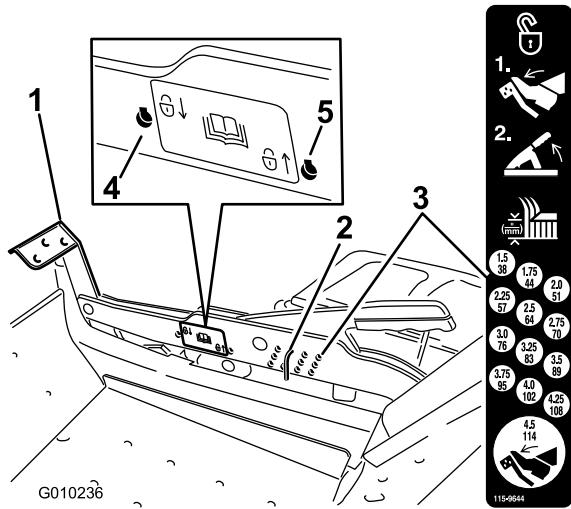

Figure 27
1. Appuyez sur la pédale de commande du plateau de coupe avec le pied et relevez le plateau en position de transport (qui est aussi la position de hauteur de coupe de 114 mm) (Figure 27).
2. Pour changer de hauteur de coupe, retirez l'axe du support de hauteur de coupe (Figure 27).
3. Placez l'axe dans le trou du système de hauteur de coupe correspondant à la hauteur de coupe voulue (Figure 27).
2. Retirez l'axe du support de hauteur de coupe (Figure 27).
3. Sélectionnez le trou le plus bas sur l'autocollant de verrouillage et insérez l'axe (Figure 27).
- Sélectionnez le trou le plus haut sur l'autocollant de verrouillage et insérez l'axe (Figure 27).